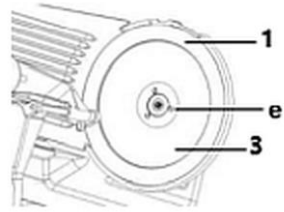

Рис. 13
- Щоб зняти ніж (1), необхідно відкрутити 3 фіксуючі гвинти (e) за допомогою відповідної викрутки (рис. 13).
- Обережно від'єднати ніж (1).
- Вимити захист ножа (3) і ніж (1) теплою водою з нейтральним миючим засобом. Використовувати губку, відповідну щітку для чищення або м'яку ганчірку. Промити в чистій воді.